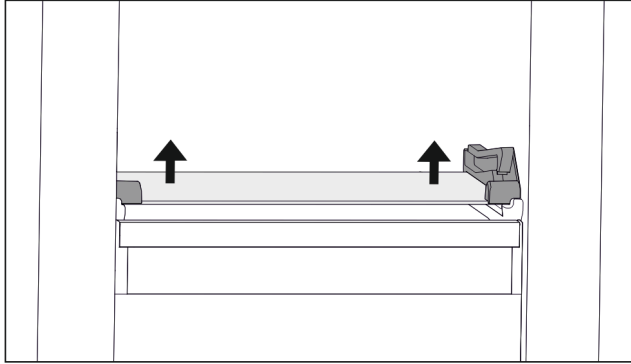

Fig. 108 Tablette en verre du tiroir basculable
- ▶ Appuyer des deux côtés sur la tablette en verre de bas en haut. (voir Fig. 108)